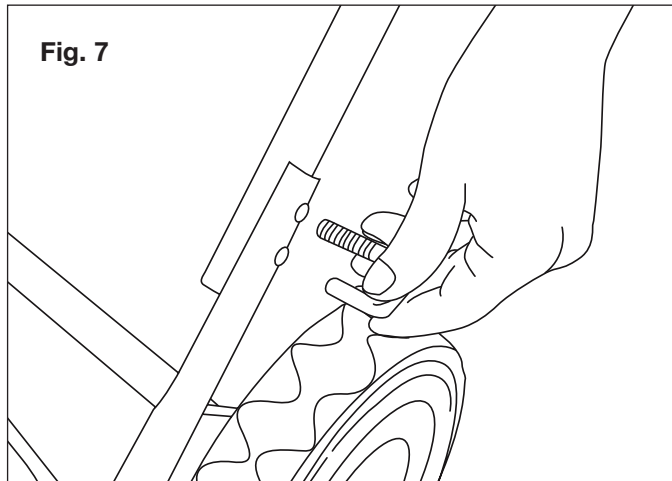

Fig. 7
3. Asegure la conexión del ensamblado del mango intermedio al mango inferior usando las dos tuercas de mariposa y los dos pernos J, y apriete en cada lado (Figs. 7 y 8).